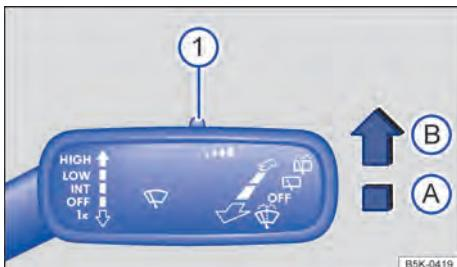

Fig. 76 À direita da coluna de direção: alavanca dos limpadores dos vidros.
Pressionar a alavanca para a posição desejada → Fig. 76:
A sensibilidade do sensor de chuva pode ser ajustada manualmente com o interruptor na alavanca dos limpadores dos vidros → Fig. 76 ① → **▲**.